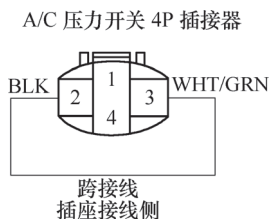

图 5-130 用跨接线连接 A/C 压力开关 4P 插接器的 2 号和 3 号端子
4) 点火开关置于 ON (II) 位置。
6) 如图 5-130 所示，用一根跨接线连接 A/C 压力开关 4P 插接器的 2 号和 3 号端子，检查散热器和冷凝器风扇是否高速运行。如果是，更换 A/C 压力开关；如果不是，检查 PCM 插接器 A (31P) 的接线是否松脱或不良，如果接线情况良好，则替换一个确信良好的 PCM，然后重新检查，如果症状 / 指示消失，则更换原来的 PCM，然后执行 PCM 怠速学习程序。